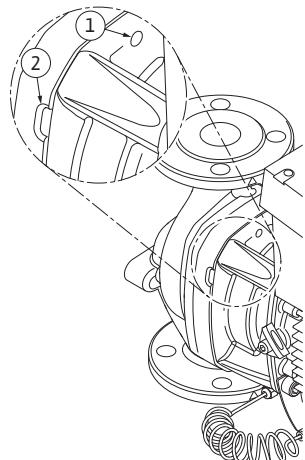

Fig. 53: Gwintowane otwory i szczeliny do wyciskania głowicy silnika z korpusu pompy
13. Wycisnąć głowicę silnika (patrz Fig. 13) z korpusu pompy. Zaleca się wykorzystanie w tym celu dwóch gwintowanych otworów (Fig. 53, poz. 1), głównie do poluzowania osadzenia. W celu poluzowania osadzenia wkręcić odpowiednie śruby w gwintowane otwory. Gdy głowica silnika jest poluzowana, do wyciągnięcia można dodatkowo użyć szczelin (Fig. 53, poz. 2) między korpusem pompy a latarnią (w tym celu włożyć np. dwa wkrętki i użyć ich jako dźwigni). Po wyciągnięciu o ok. 15 mm głowica silnika nie znajduje się już w korpusie pompy.